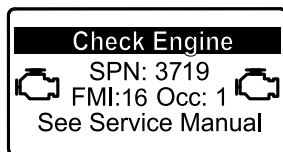

Figura 46
- Si es necesario realizar la regeneración con la máquina aparcada, el InfoCenter muestra la advertencia del motor SPN 3719, FMI 16 (Figura 46) y el ordenador del motor reduce la potencia del motor al 85%.